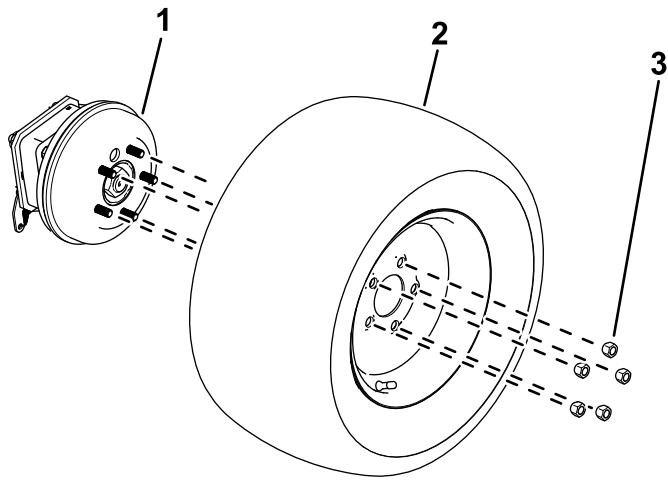

图 12
1. 松开并取下车轮螺母 图 12。
2. 从轮毂卸下车轮 图 12。
1. 用之前卸下的车轮螺母将轮胎固定到轮毂上 图 12。